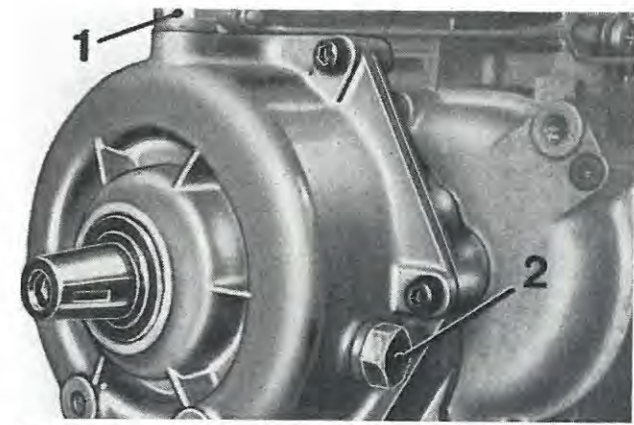

Fig. 96
- Etablir le niveau d'huile, jusqu'à le faire déborder par le trou du niveau (2) (Fig. 96).
- Fill case until oil overflows from oil level plug (2) (Fig. 96).
- Öl einfüllen, bis es durch die Ölstandöffnung austritt (Abb.96; 2).